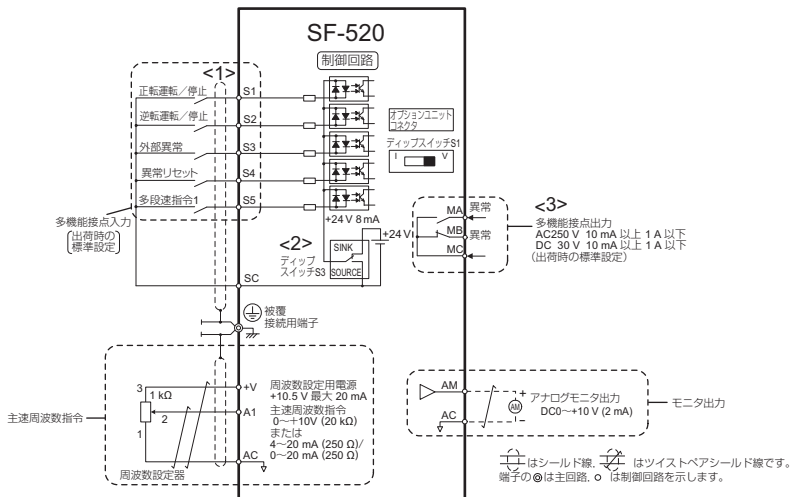

図 3.10 制御回路接続図
多機能接点入力 (S1 ~ S5)、多機能接点出力 (MA, MB, MC とアナログモニタ出力 (AM)) は、Hパラメータで設定することにより、様々な機能を割り付けることができます。端子名称欄に記載された () 内の信号名は、製品出荷時に初期値として端子に割り付けられた機能です。標準接続図については、図 3.10 を参照してください。